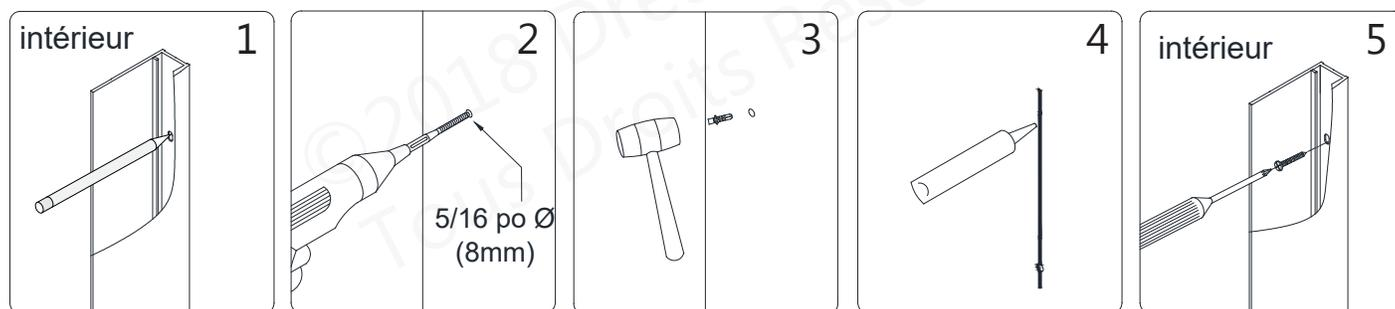

Fig 6
6. Retirez le profilé mural (N° 09) du **panneau vitré (N° 11)** muni du **profilé pour vitre (N° 10)**. Replacez le profilé mural (N° 09) sur les repères au mur et marquez les trous à percer à travers les **perforations du profilé mural (N° 09)**. Percez les trous dans le mur avec une mèche $5/16$ po \varnothing (8 mm) et insérez les **ancrages muraux (N° 13)**. Appliquez du silicone à l'endos du **profilé mural (N° 09)** et autour des trous dans le mur. Fixez au mur le **profilé mural (N° 09)** avec une **vis à tête plate bombée ST4.2x40 (N° 15)**. **Fig. 6**